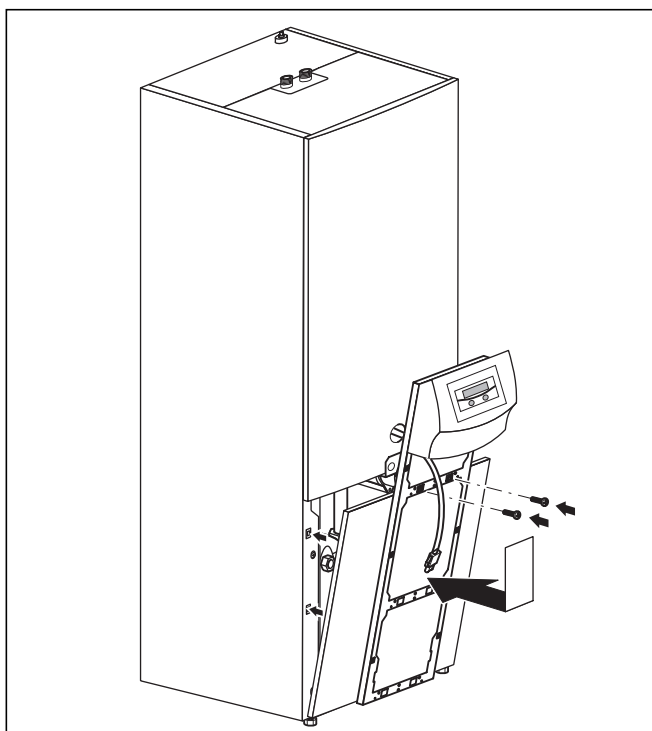

Bild 6.23 Montera den främre nedre täckplåten
- Sätt den nedre täckplåten på ramen, dra manöverpanelens anslutningskablar genom ramen och tryck sedan fast täckplåten i clipsfästet på höljet. Skruva fast manöverpanelens ram på höljet med två skruvar, se bild 6.23.